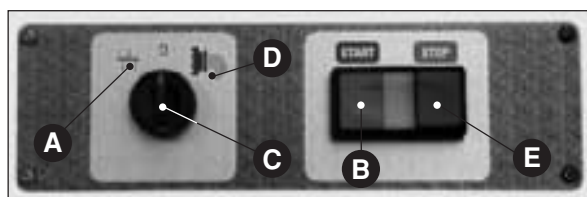

Fig. 11
- parar la máquina poniendo el selector en la posición “0” (**Fig. 11 C**) y girarlo después sobre la posición de mezcla **HH** (**Fig. 11 A**) por 10-15 segundos de manera que sea eliminada la presión sobre la hilera debida al producto;
- reponer en fin el selector sobre “0” (**Fig. 11 C**), o presionar el pulsador STOP (**Fig. 11 E**);
- En la posición “0” (Fig. 11 **C**) todos los órganos de la máquina deben estar parados; en la posición “hilera” (Fig. 11 **D**) el mezclador gira en un sentido; en el mismo sentido debe girar la cóclea (controlar por las rendijas de la tapadera); en la posición “mezclar” (Fig. 11 **A**) los órganos deben girar en sentido contrario.